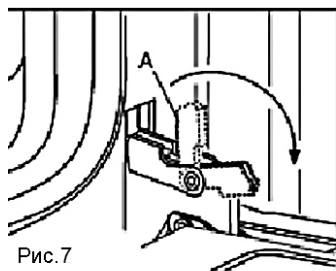

Рис. 7
- 2-Откиньте защелки петли «А» наружу (Рис. 7).